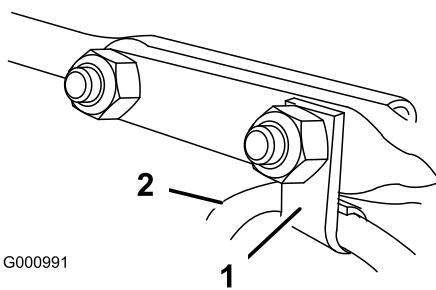

Рисунок 16
- Наденьте зажим, который поддерживает тросик дефлектора, на передний болт с квадратным подголовком, и закрепите болты контргайками из комплекта вспомогательных деталей (Рисунок 16).